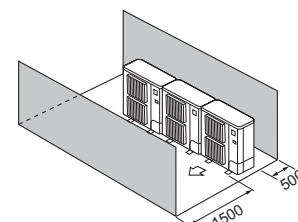

Fig. 3-14
- ④ Enbart hinder på framsidan och baksidan (Fig. 3-14)